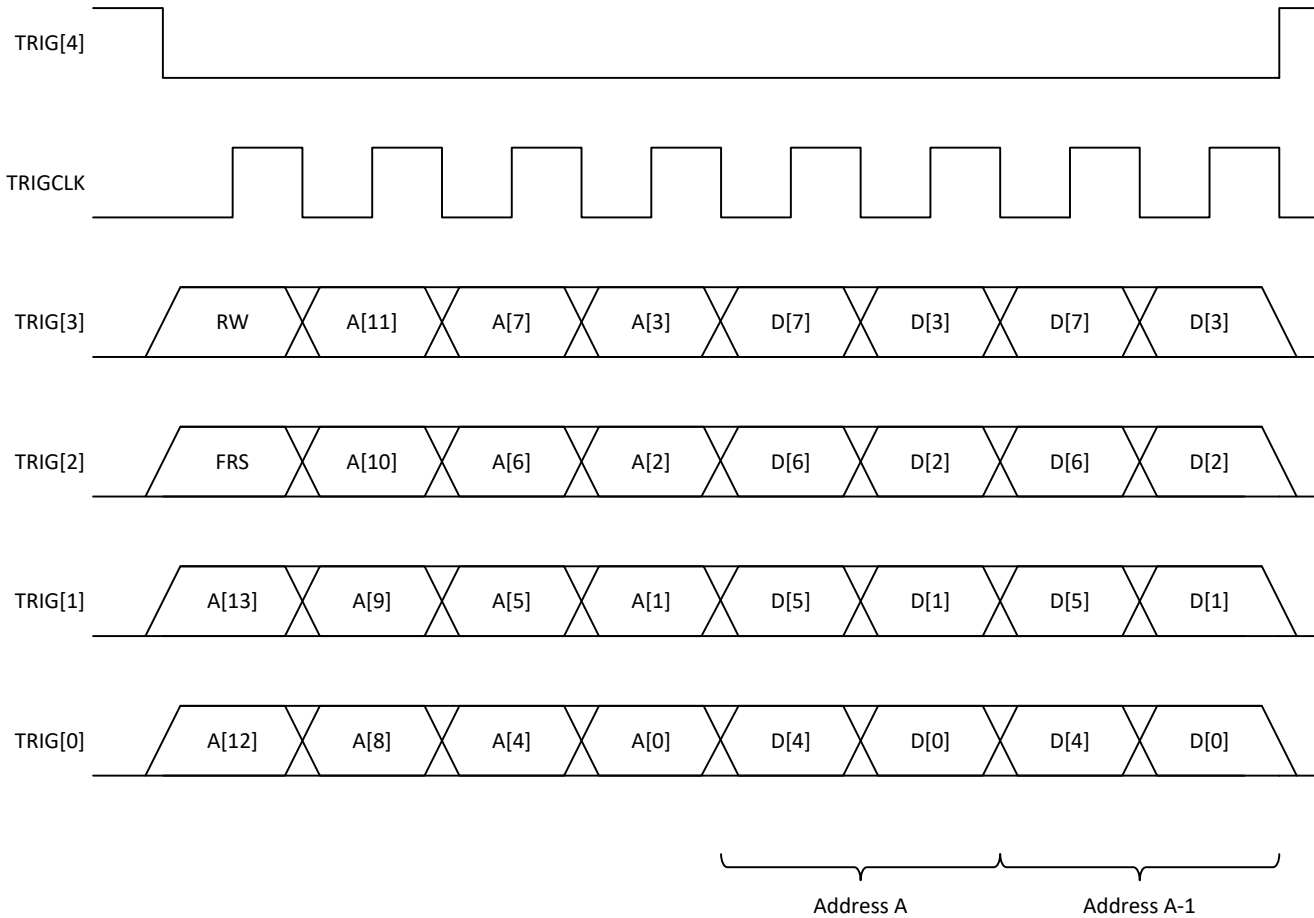

図 8-3. FR インターフェイスのタイミング図
高速再構成 (FR) インターフェイスは、PFIR 係数および NCO 周波数および位相を設定するための高速書き込み専用アクセスを提供します。FR インターフェイスは SPI インターフェイスと似ていますが、クロックサイクルごとに 4 ビットが送信され、外部トリガピンが再利用されます。図 8-3 に、FR タイミング図を示します。次に、R/W ビット (このデバイスの書き込みを示すため常に 0 に設定) とトランザクション同期ビット **FRS** (このデバイスではトランザクション同期はサポートされていないため常に 0 に設定)、および 14 ビットのアドレスに続いていくつかのデータバイトを使用します。このアドレスは、各データバイトの後にデクリメントされます (リトル エンディアンと整合します)。このインターフェイスはバイトでアドレス指定でき、各バイトの後にデータがコミットされます。FR インターフェイスは、1 クロックにつき 4 ビット (1 ニブル) を取ります。マルチニブル フィールドの場合、データは最上位のニブルから送信されます。トランザクション同期ビット (**FRS**) が設定されている場合、**NCO_SYNC_SRC** レジスタ フィールドで指定された同期イベントが **FRCS** の立ち上がりエッジで発生します。最初のデータバイトの完了前に終了したトランザクションでは、**SYNC** イベントがトリガされない場合があります。